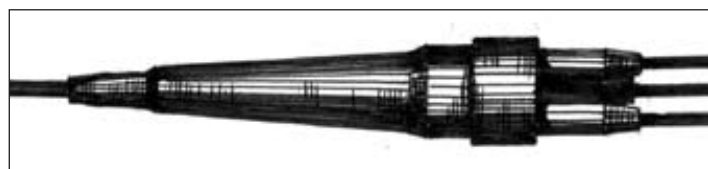

Рисунок 4.13 - Расположение трех ответвляющихся кабелей в одной плоскости
**4.2.5** В случае, когда разветвительная часть муфты представляет собой оголовник с тремя патрубками, ответвляющиеся кабели располагают в одной плоскости (рисунок 4.13) и фиксируют 5 витками ленты ПВХ.